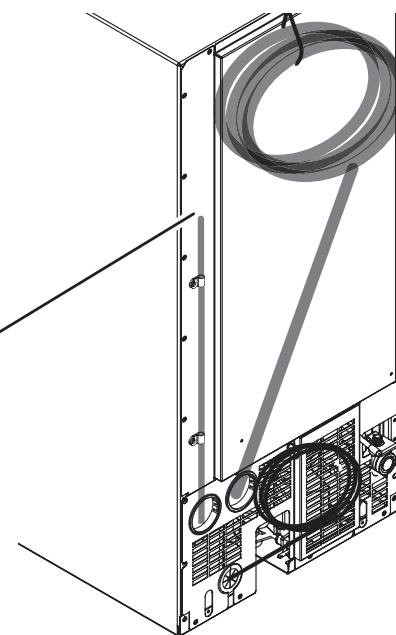

Figura 14: Ubicación del tubo respiradero.
- d. Que el tubo respiradero ubicado en la parte trasera de la unidad esté abierto (Figura 14).